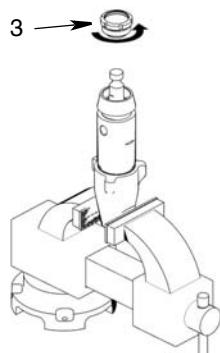

Рис. 1
1. (Рис. 1) Снимите гайку уплотнения (3).